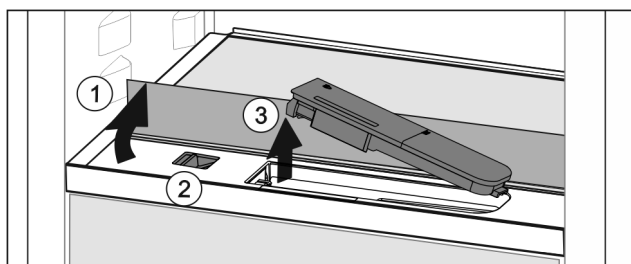

Fig. 120
- ▶ Podnieść płytę szklaną i złożyć ją z powrotem, aż do oporu Fig. 120 (1).
- ▶ Przesunąć suwak Fig. 120 (2) w lewo.
- ▶ Wyjmowanie zbiornika wody Fig. 120 (3).